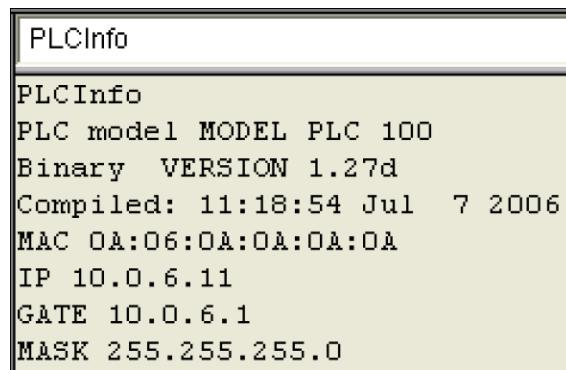

Рисунок 10.4 – Окно «ПЛК Браузер (PLC-Browser)»
- 5) Выбрать команду «PLCInfo». В поле отображения реакции ПЛК на введенную команду отобразится информация о ПЛК. В строке «Binary Version» отобразится номер актуальной версии ПО микроконтроллера (см. рисунок 10.4).